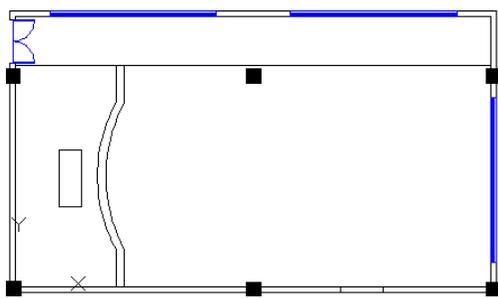

图 17.12.36 绘制矩形 1
Step6. 绘制图 17.12.36 所示的矩形 1。选择下拉菜单 **绘图(D)** → **矩形(C)** 命令，输入矩形的第一点为 (1700,5000)，设定矩形的长度与宽度分别为 800 和 2000。